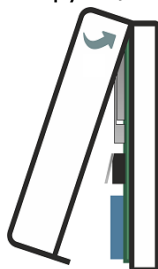

Рисунок 10.1 – Заккрытие корпуса сирены
5. Установите батареи обратно, соблюдая полярность, закройте корпус сирены и затяните фиксирующий винт (см. рисунок 10.1).
3. Закройте корпус сирены и затяните фиксирующий винт (см. рисунок 10.1).
- 4) Закройте корпус сирены (см. рисунок 10.1).